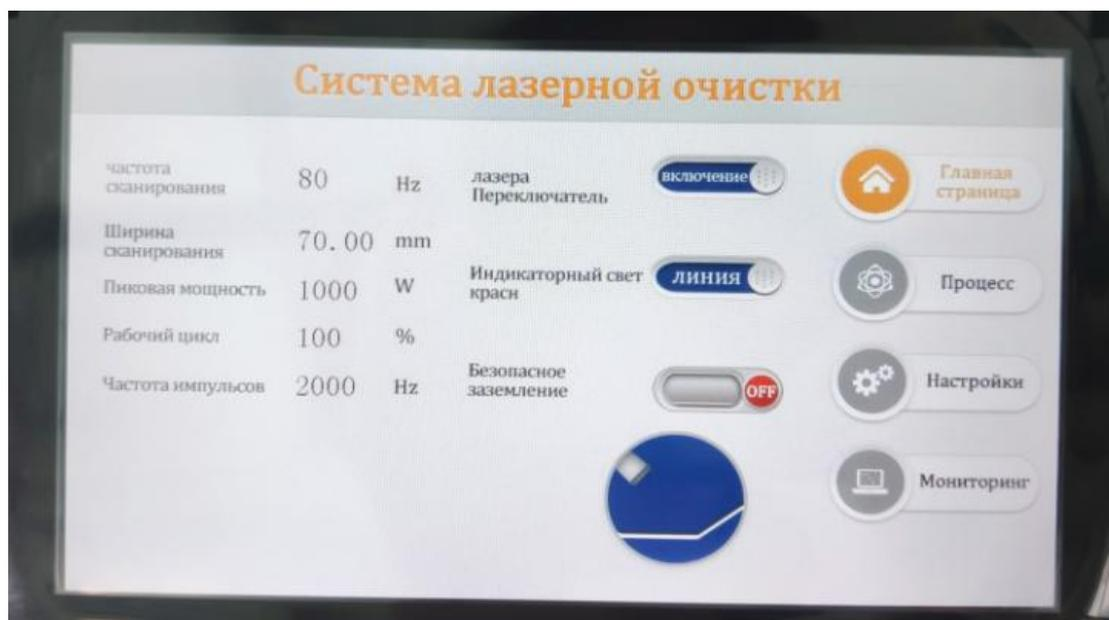

Рис.4-2 Рабочий интерфейс - свет включен
(2) откройте переднюю дверь, чтобы посмотреть температуру воды в чиллере, чиллер имеет дисплей температуры воды, температура выше текущей температуры, температура ниже заданной температуры 25 °С (значение фиксированной величины), разница между верхней и нижней температурой не должна быть больше 1,5 градусов, прежде чем вы сможете управлять оборудованием.
(3) когда температура охлаждающей воды составляет $25 \pm 1,5$ °С, закройте переднюю дверь, откройте кнопку ② готовность лазера (клавишный переключатель), услышите звук звуковой сигнал (мощность лазера), через 5 секунд нажмите на кнопку ④ ожидания, на этот раз горит желтая кнопка ожидания. Лазерный очиститель находится в режиме ожидания. Далее представим интерфейс управления. Как показано на рис. 4-2